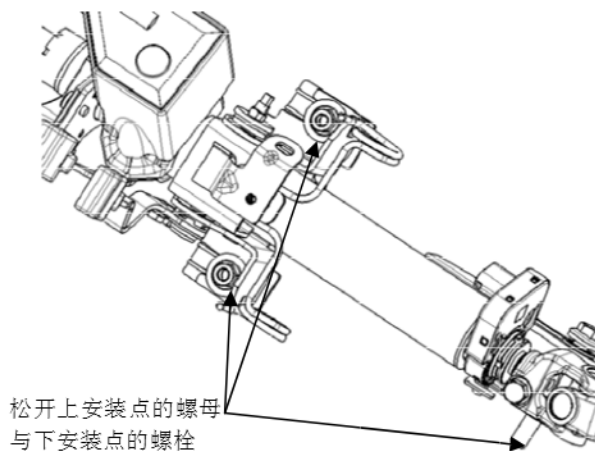

图 4-22
①确认所有与管柱连接的线束均已脱开。
②松开管柱上安装点的螺母与下安装点的螺栓，如图 4-22 所示，取下转向管柱及万向节。